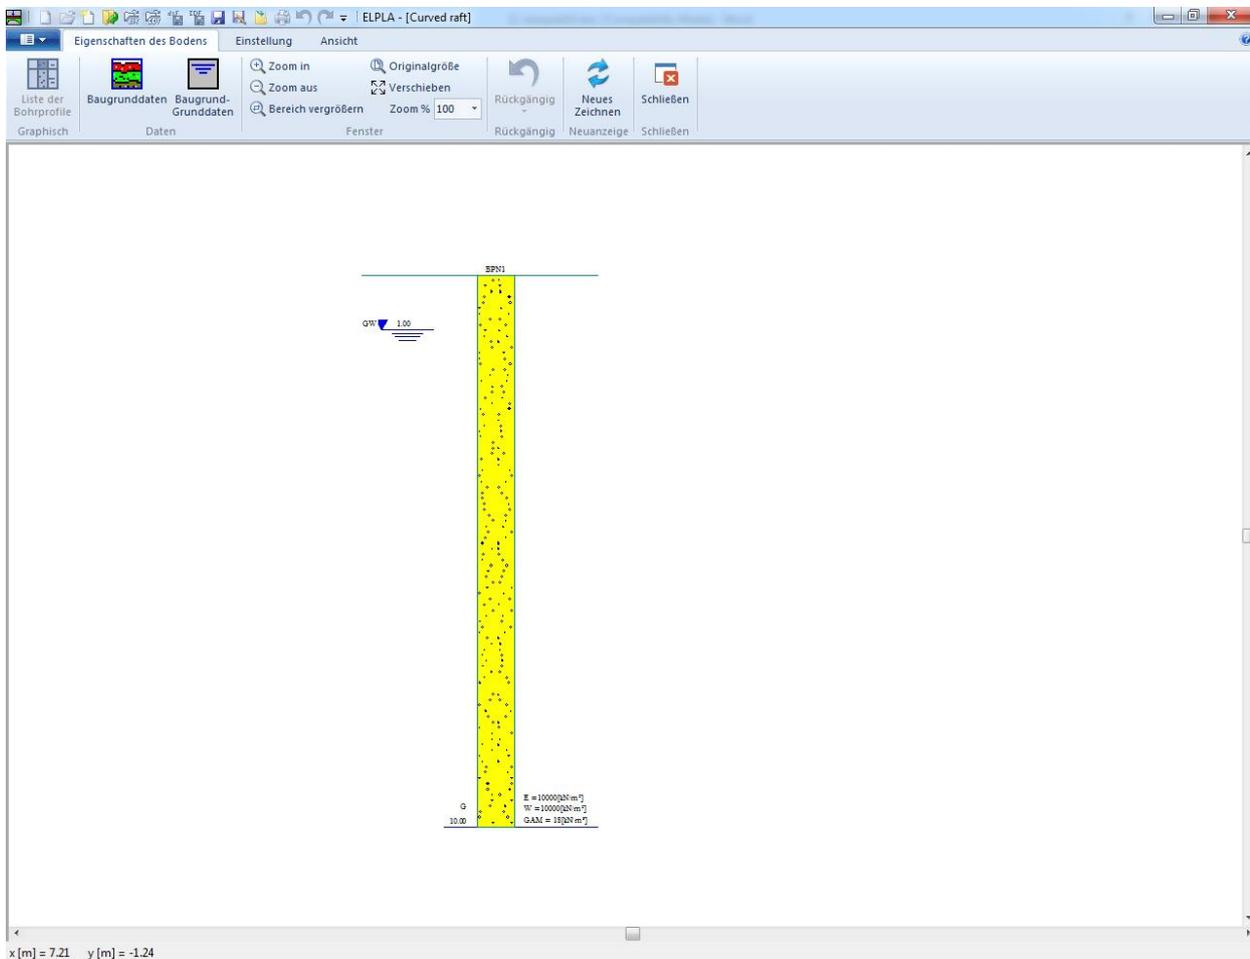

Bild 10.20 Standardbohrprofil
Das folgende Unterprogramm im Bild 10.20 erscheint mit einem Standardbohrprofil
- Wählen Sie im Fenster von Bild 10.20 den Befehl "Baugrunddaten" aus dem "Daten"-Menü.
- Wählen Sie den Befehl "Baugrund-Grunddaten" aus dem "Daten"-Menü im Bild 10.20. Das folgende Dialogfeld im Bild 10.22 erscheint